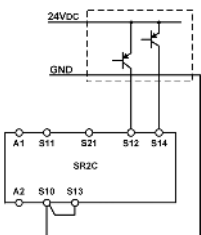
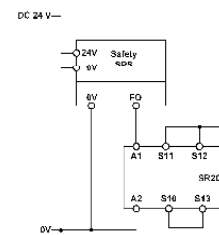

Abb. 8:
Abb. 9:
- Für Anwendungen nach Abb. 8 und Abb. 9 ist darauf zu achten, dass das Bezugspotential des Signalgebers und des SR2C das Gleiche ist